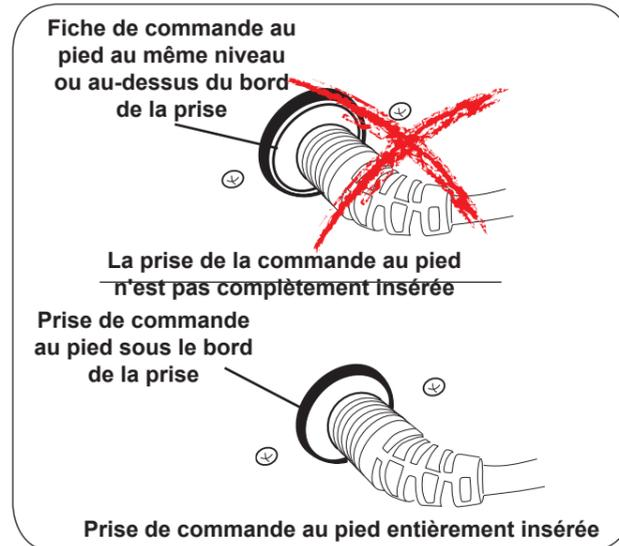

Figure 7. Commande au pied correctement enfoncée
**Avis:** La fiche peut sembler complètement insérée, mais il reste encore un peu de place. Remuez la fiche tout en l'enfonçant fermement pour vous assurer qu'elle est bien en place (Figure 7).